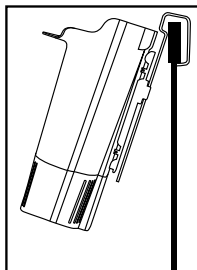

Fig. 2
2. Sujete el filtro a la pared posterior del armazón de la pecera (Fig. 2). Si el gancho no entra, puede que necesite pedir copas de succión separadas (vea la lista de piezas de repuesto en el panel de atrás para pedir).